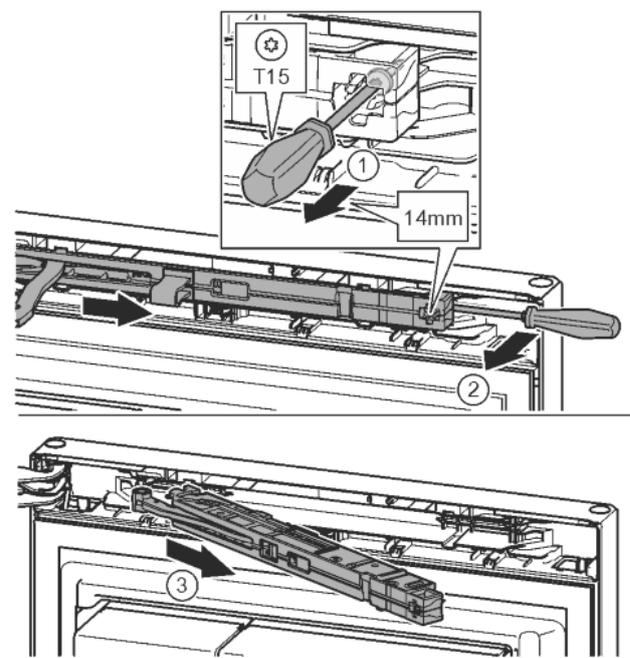

Fig. 15
- ▶ Odvijačem T15 otpustite vijak na jedinici prigušivača zatvaranja oko 14 mm. Fig. 15 (1)
- ▶ Umetnite odvijač na strani prijanjanja iza jedinice prigušivača zatvaranja i okrenite prema naprijed. Fig. 15 (2)
- ▶ Izvucite jedinicu prigušivača zatvaranja. Fig. 15 (3)